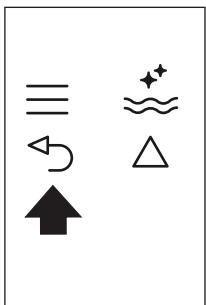

Abb. 25
- Drücken Sie die Sensortaste  (B6) (Abb. 25) zweimal, um das Menü zu verlassen.